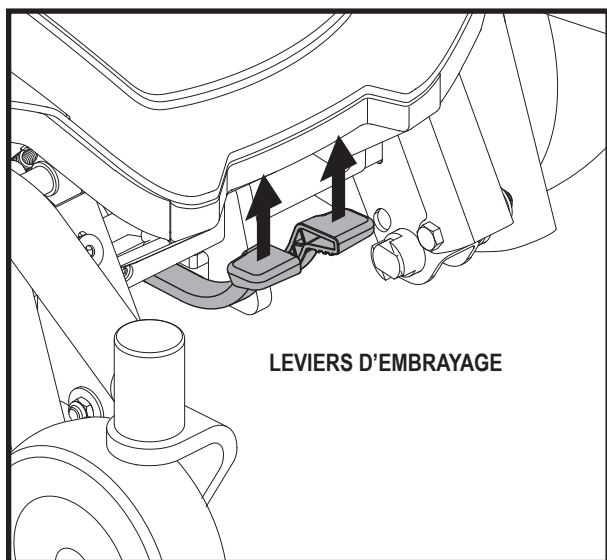

Figure 4. Mode de traction (embrayé)
2. Tirez les deux leviers vers le haut pour embrayer les moteurs. Voir la figure 4.